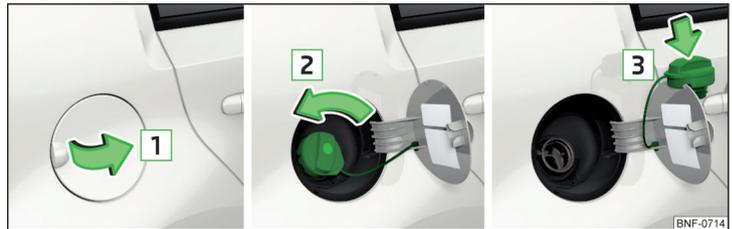

Abb. 133 Tankklappe aufklappen / Tankverschluss herausdrehen / Tankverschluss auf die Tankklappe stecken
- Die Tankklappe in Pfeilrichtung **1** aufklappen » Abb. 133.